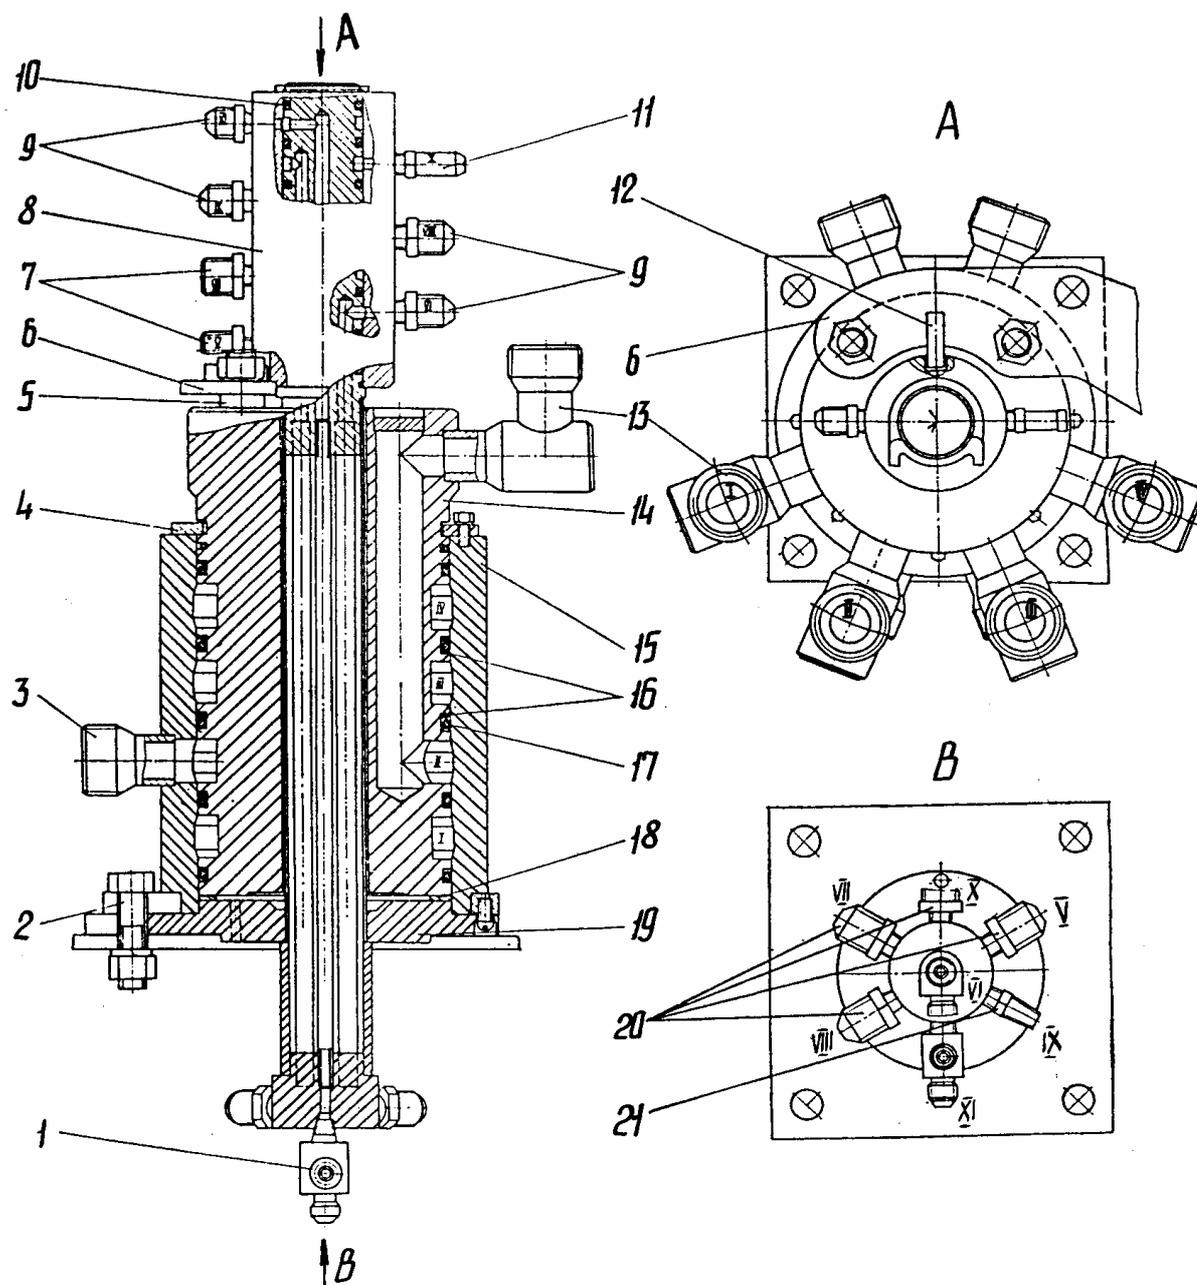

Рис. 45 Центральный коллектор
10. ЦЕНТРАЛЬНЫЙ КОЛЛЕКТОР (рис. 45).